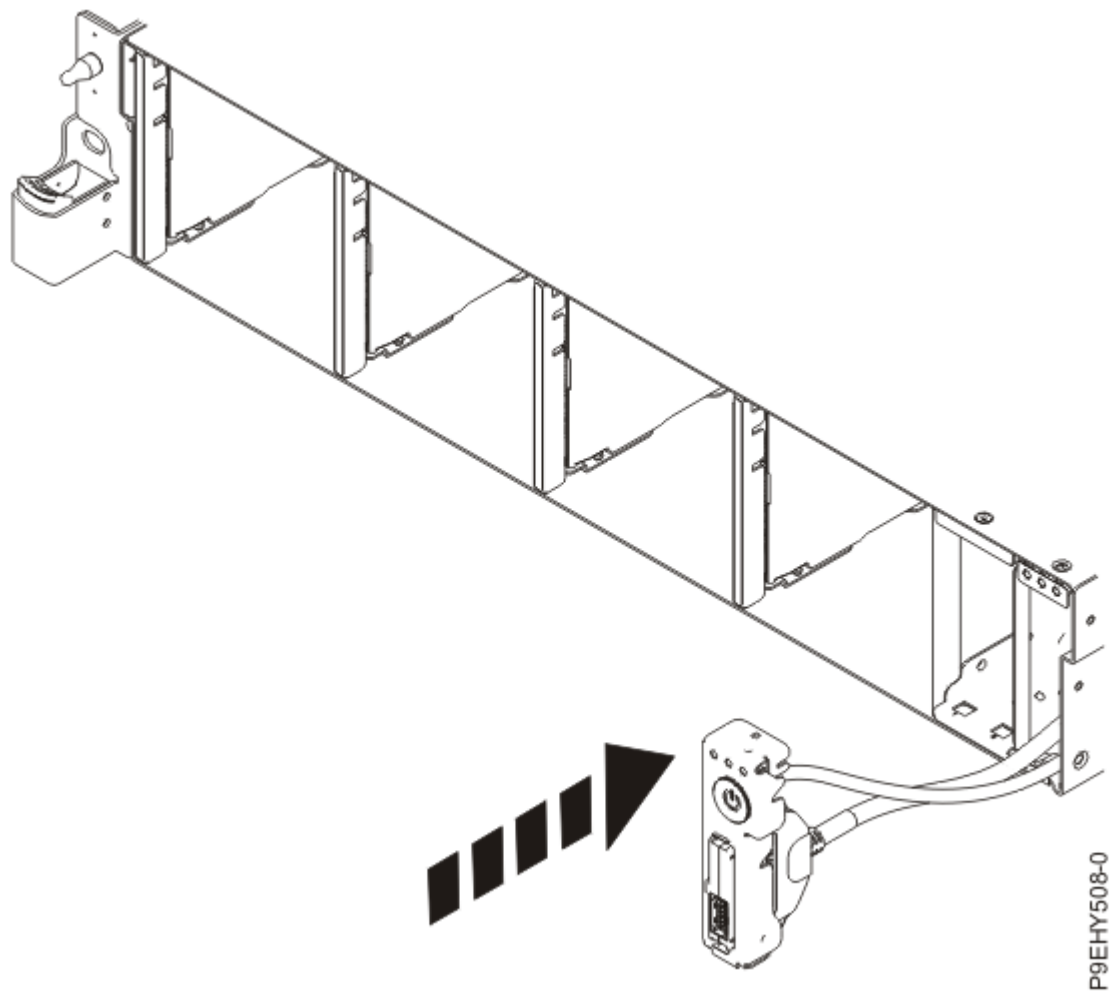

Figure 109. Remise en place du câble USB avant dans le fond de panier système
4. Insérez le Câble USB et l'ensemble interrupteur d'alimentation et cordon dans le système, comme illustré dans la Figure 109, à la page 125. Prenez soin d'acheminer les câbles jusqu'au fond de panier système.